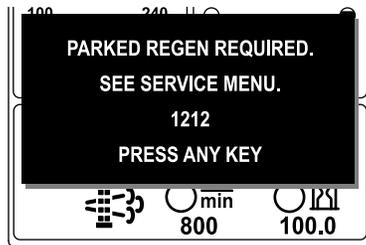

Figura 47
- Richiesta di rigenerazione parcheggiata ADVISORY #1212 (Figura 47)